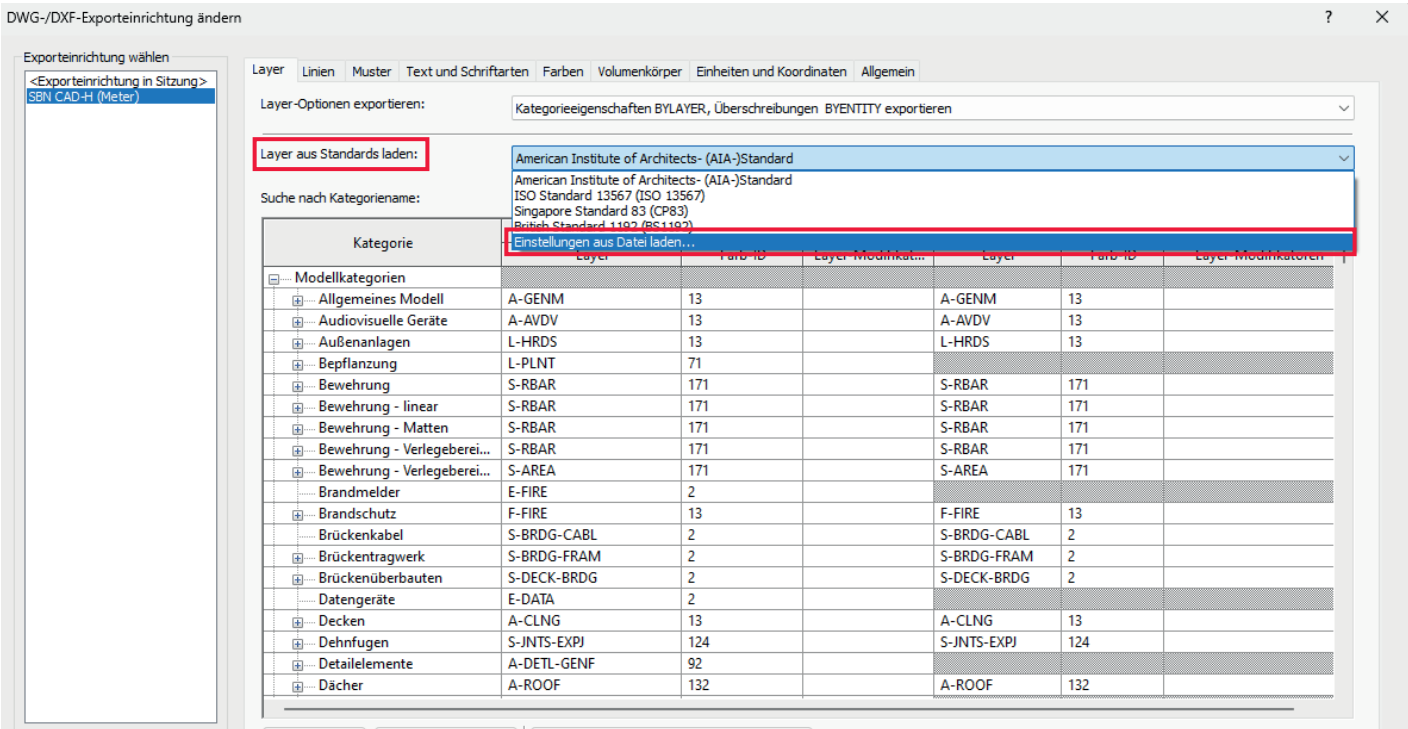

Abb.4: Layer aus Standards laden
- Klicken Sie im Bereich **Layer aus Standards laden** auf **Einstellungen aus Datei laden...** (Abb.4)